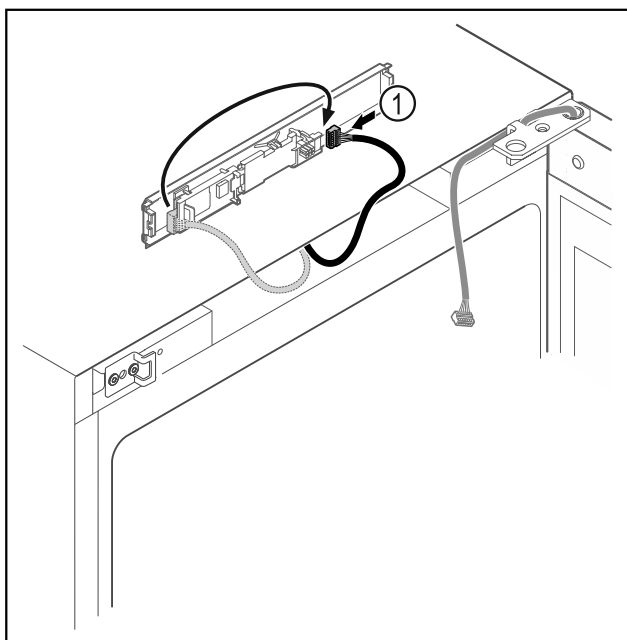

Fig. 7
- Scambiare la posizione del connettore Fig. 7 (1) sulla scheda.